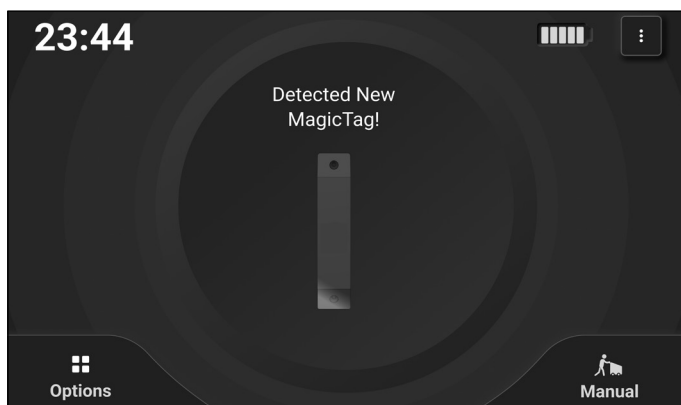
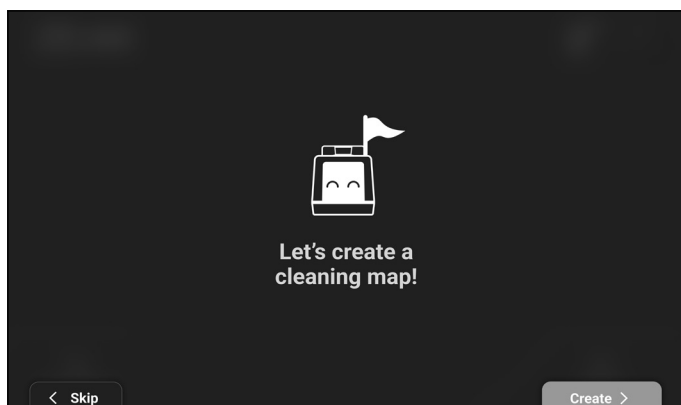

Figure 23
Figure 24
automatiquement (**Fig. 23**). L'écran tactile vous demandera de créer une nouvelle carte si elle n'a pas été configurée (**Fig. 24**). **NOTE :** pour obtenir des instructions sur la configuration d'une station d'accueil, veuillez vous référer au manuel d'utilisation de la station d'accueil VP25.
1. Appuyez sur « Créer » (**Fig. 24**) ou « Ignorer » si vous souhaitez le configurer plus tard.